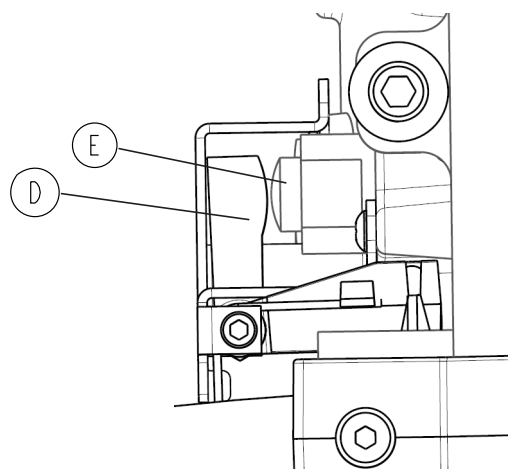

Figure 35 – Espace visible
14. S'assurer qu'il existe un espace visible entre le doigt de déblocage manuel (D) et la valve de déblocage manuel (E) (Figure 35).